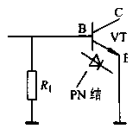

图 1-12 PN 结对测量的影响
6) 在路测量时要求红、黑表棒互换一次后再测, 主要是为了排除外电路中晶体管 PN 结正向电阻对测量的影响, 可用如图 1-12 所示电路来说明。